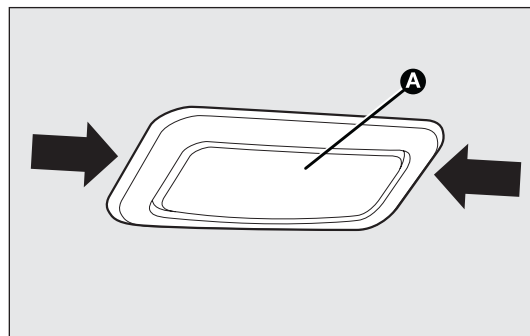

fig. 168
- ❑ enlever le plafonnier A-fig. 168 en agissant selon les points indiqués par la flèche ;